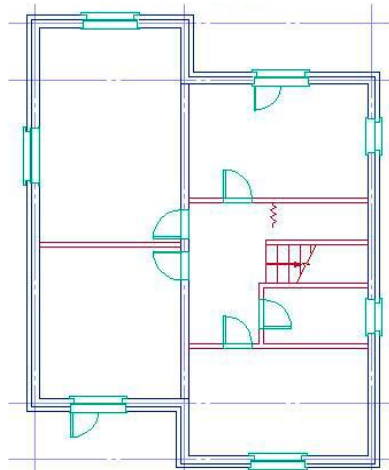

Рис. 9.2
3. Аналогічним чином розставити на плані другого поверху будинку вікна та двері згідно з рис. 9.2.